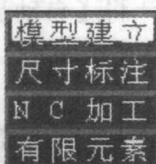

图 1-1
(1) 从屏幕右边的菜单上单击【模型建立】(MODELING)，将其切换为【NC 加工】如图 1-1 所示。